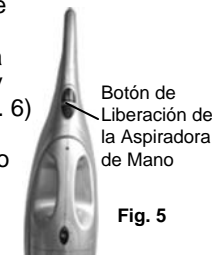

Fig. 5
1. Para sacar la aspiradora de mano de la cubierta principal, presione el botón de liberación de la aspiradora. (Fig. 5)